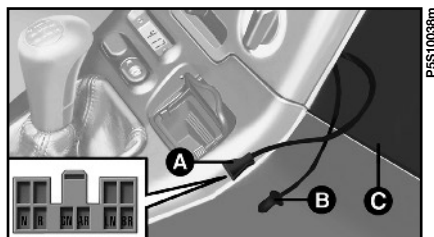

fig. 79
- câble de câblage avec connecteur à dix voies **A-fig. 79** (avec fonction d'alimentation et de raccordement au haut-parleur à deux fonctions) et raccordement à l'antenne à deux fonctions **B**; ils se trouvent dans la partie avant du tunnel central: pour y accéder il faut dévisser les vis et retirer le volet **C**.